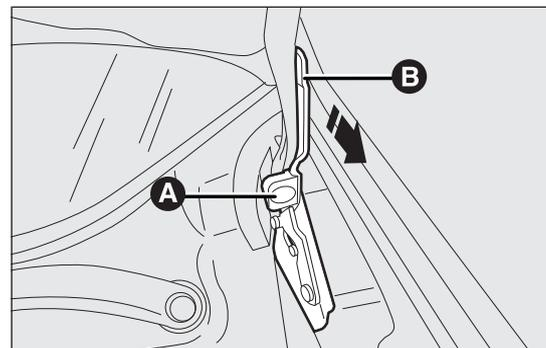

fig. 85
- soulever le capot d'une main et de l'autre tirer vers soi le dispositif A fig. 85, puis abaisser le levier B ;